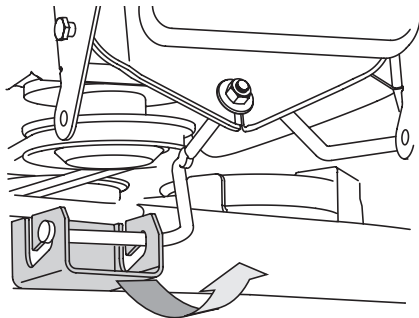

Figure 29
8. Pour les plateaux de coupe de 38 po, faites glisser le plateau de coupe vers l'avant du tracteur tout en dégageant le support avant des crochets. Voir Figure 29.